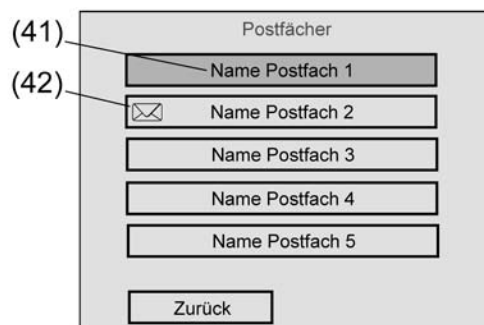

Bild 39: Systemseite für Postfächer
Das Tableau sendet automatisch ein "0"-Telegramm über die Postfachobjekte auf den Bus aus, sobald der Bediener des Tableaus vor Ort auf der Systemseite "Postfächer" (Bild 39) ein Postfach öffnet und sich auf diese Weise die Inhalte anzeigen lässt.
Der Bediener des Tableaus kann sich jederzeit die Inhalte seiner Postfächer auf dem Gerätebildschirm anzeigen lassen und somit E-Mail Nachrichten lesen. Zu diesem Zweck muss die Systemseite "Postfächer" vom Bediener aufgerufen werden (Bild 39). Der Sprung auf diese Seite ist durch einen Seitenaufruf einer Funktionstaste möglich.
- i** Neu eingetroffene E-Mail Nachrichten werden am Bildschirm nicht signalisiert, solange die Posteingangs-Anzeigeseite angezeigt wird oder der Lesemodus aktiv ist. Neue Nachrichten werden erst dann durch das "Brief-Symbol" auf dem Bildschirm sichtbar (Bild 39), sobald die Posteingangs-Anzeigeseite verlassen wird. Beim nächsten Aufruf der Anzeigeseite können dann neu eingetroffene Nachrichten gelesen werden.